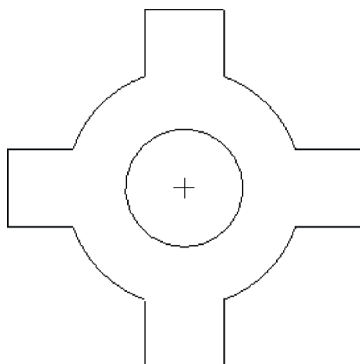

图 4-17 打开模型文件
STEP 01 单击快速访问工具栏中的“打开”按钮，打开模型文件，如图 4-17 所示。